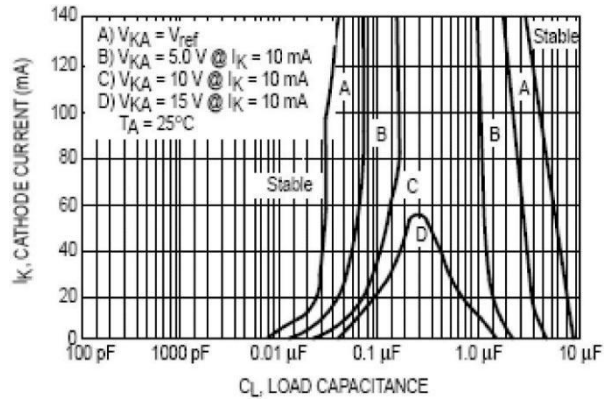

图 15. 稳定边界条件
CBM431Z 是用途广泛的可编程精密电压基准源。在需要基准电压而又没有标准基准电压的电路中作为基准电压源使用。其他的用途包括 在供电电源、电压监视器、很定电流元、红顶灌电流和串联旁路调节器中为驱动光耦合器提供反馈控制。在这些应用中，至关重要是维持设备在多种工作电流和负载电容中的稳定。有些情况下，电路设计者能够从如图 15 所示的稳定边界条件曲线中估算稳定电容。然而，这些典型曲线只在专门的阴极电压和专门的负载条件下提供稳定信息。
阴极与基准电压引脚相管片。数据表稳定边界曲线的测试（如图 15）显示负载电容量和阴极电流值在边界上。定义传输增益。直流增益 (DC) 为：